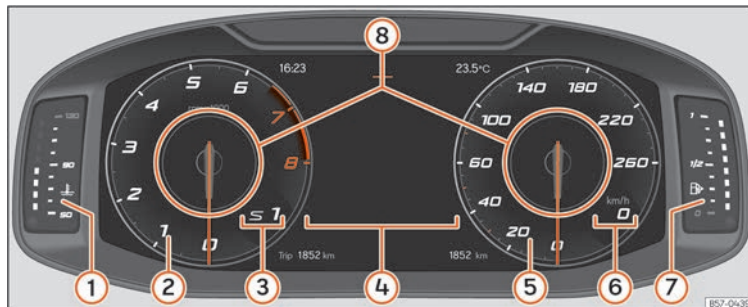

Fig. 54 SEAT Digital Cockpit no painel de instrumentos (vista clássica).
Em todas as vistas é possível personalizar a informação que aparece em **Perfis de informação** »» **Fig. 54 ⑧**.
Os ponteiros de rotações por minuto e do velocímetro aparecem em todo o seu comprimento » **Fig. 54.**